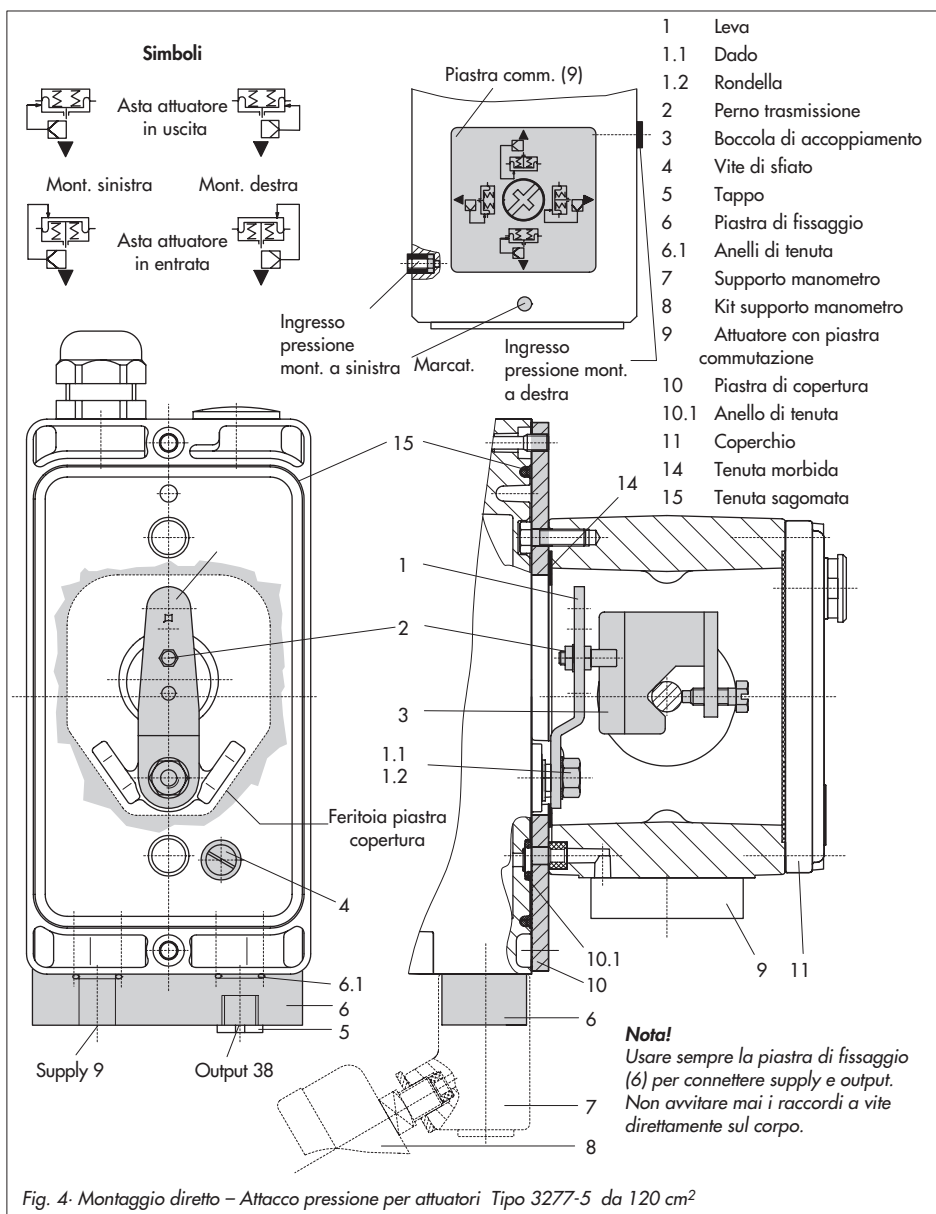

Fig. 4. Montaggio diretto – Attacco pressione per attuatori Tipo 3277-5 da 120 cm²
1. Posizionare la boccola d'accoppiamento (3) sull'asta dell'attuatore, indirizzarla e avvitarla in modo che la vite di fermo si trovi nella scanalatura dell'asta.
2. Fissare la piastra di copertura (10) con il lato più stretto della sezione (fig. 4 a sinistra) in direzione dell'attacco di pressione. Assicurarsi che la tenuta morbida applicata (14) sia fissata verso il castello dell'attuatore.
3. Per attuatori da 700 cm² su leva **M** (1), rimuovere il perno (2) sul lato posteriore del posizionatore dalla posizione **35**, spostarlo nella posizione **50**, e avvitarlo.
6. Assicurarsi che l'estremità della guarnizione (16) sporga lateralmente dal blocco, in modo che il simbolo dell'attuatore "asta in uscita" o "asta in entrata" corrisponda con la versione dell'attuatore. Se necessario togliere il coperchio e le tre viti di fissaggio, e rimettere la guarnizione (16) ruotata di 180°. Nella versione precedente del blocco di connessione (fig. 4, in basso) è necessario ruotare la piastra d'inserzione (13) in modo che il simbolo dell'attuatore sia rivolto verso la marcatura.
7. Disporre il blocco (12) con i relativi anelli di tenuta contro il posizionatore. Avvitare a fondo la vite di fissaggio (12.1). Per attuatori con azione di sicurezza "asta in entrata", togliere anche il tappo (12.2) e installare il tubo esterno della pressione.
8. Montare il coperchio (11) sull'altro lato. Dopo aver installato la valvola, assicurarsi che lo sfianto sia rivolto verso il basso per permettere il drenaggio dell'acqua di condensa accumulata.